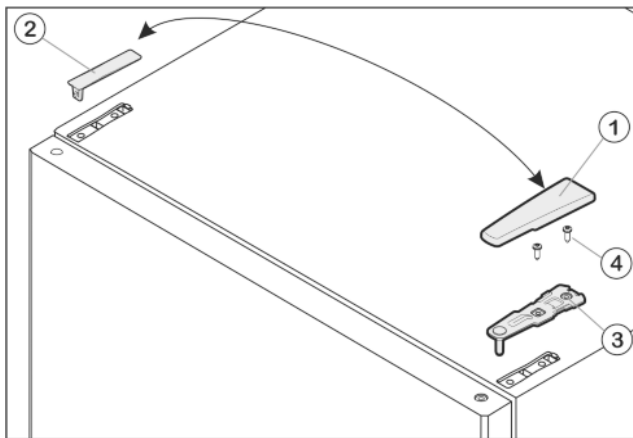

Fig. 8
- ▶ Kryt Fig. 8 (1) odoberte smerom dopredu a hore.
- ▶ Kryt Fig. 8 (2) nadvihnite.
- ▶ Hornú ložiskovú konzolu Fig. 8 (3) odskrutkujte (2 krát Torx® 25) Fig. 8 (4) a odoberte smerom hore.
- ▶ Vrchnú ložiskovú konzolu Fig. 8 (3) nasadíte na novej strane závesu do dverí.
- ▶ Hornú ložiskovú konzolu **pevne (pomocou krútiaceho momentu 4 Nm)** priskrutkujete (2 x Torx® 25) Fig. 8 (4). Diery na skrutky príp. predpichnete alebo použijete akumulátrový skrutkovač.
- ▶ Kryt Fig. 8 (1) a kryt Fig. 8 (2) nasadíte vždy na opačnú stranu zvonka a zaklapnete.